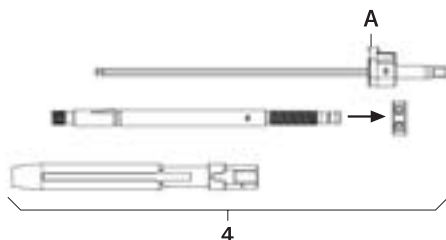

Fig. 2
- Démontez le levier de réduction 4, voir Fig. 2: presser fortement le bouton A et retirer le tournevis FW234R.